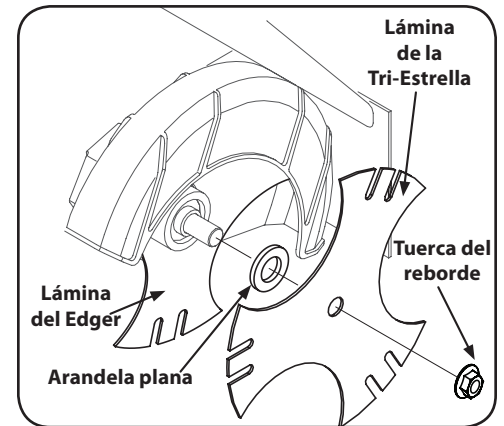

Figura 4-6
1. Use dos llaves (una para impedir que la cabeza del perno hexagonal gire loca y la otra para desenroscar la tuerca de brida) para extraer la tuerca de brida que asegura la cuchilla de la bordeadora, dejando la cuchilla de la bordeadora en su lugar. Vea la Figura 4-6.
2. Instale la cuchilla adicional de la bordeadora suministrada con la unidad y la arandela plana. Vea la Figura 4-6.